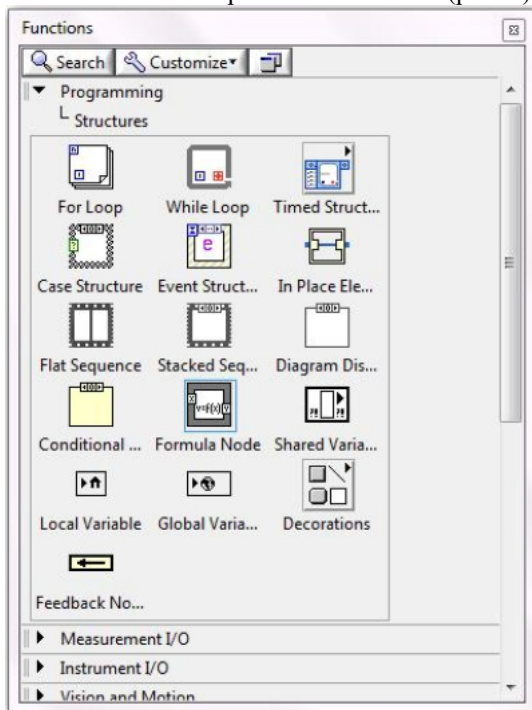

Рис. 5.
11. Виконаємо ті ж арифметичні обчислення за допомогою функції Formula Node. Перейдіть на блок-діаграму. З палітри Functions >> Programming >> Structures >> виберіть Formula Node. (рис. 5)